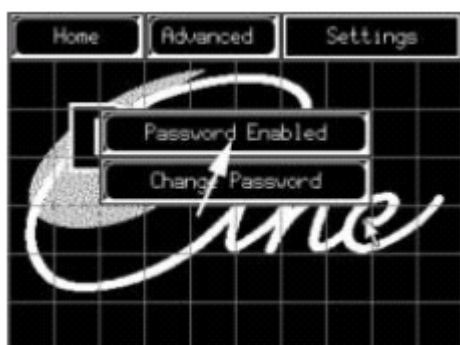

图 10-68 切换口令功能
- 按“**Password**”（口令）按钮，在“启用”和“禁用”之间切换口令设置。（图 10-68）